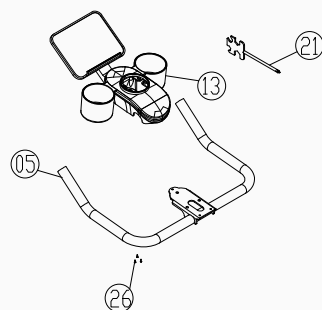

Figure 4
4. Fixez les plaques de recouvrement supérieure et inférieure (pièce 13) à l'ensemble du support d'affichage (pièce 05). Fixez les plaques de recouvrement à l'ensemble du support d'affichage à l'aide de trois vis autotaraudeuses à tête cruciforme M4×15 (pièce 26), insérées du bas vers le haut, puis serrez les vis à l'aide de la clé cruciforme (pièce 23), conformément à la Figure 4.